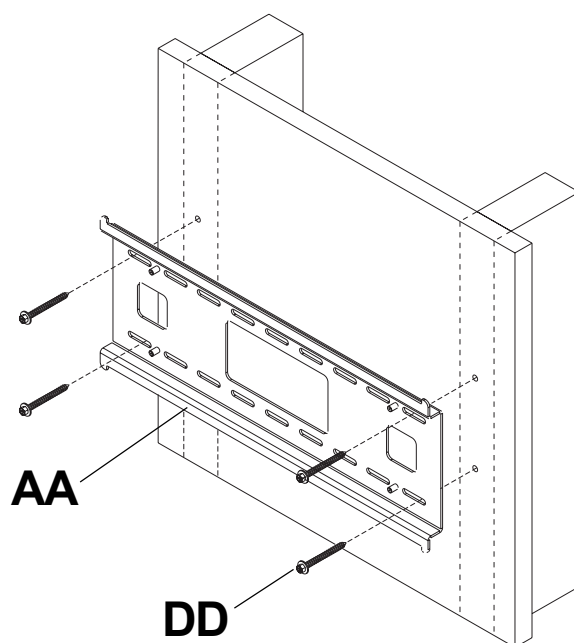

fig. 4.2
- 4** Veuillez vous reporter au tableau ci-dessous pour déterminer la configuration de la plaque murale. La plaque murale (**AA**) peut être installée à deux montants espacés de 16 po. Repérez le bord des montants à l'aide d'un localisateur de montants. L'utilisation d'un localisateur de montants « bord à bord » est fortement recommandée. Après avoir repéré les bords, tracez une ligne verticale le long du centre de chaque montant. Posez la plaque murale sur le mur et utilisez-la comme gabarit. Les fentes de montage supérieures doivent être situées à 2,5 au-dessus de l'endroit souhaité pour le centre de l'écran comme illustré à la figure 4.1. Mettez la plaque à niveau et marquez le centre des quatre trous de fixation. Veillez à ce que les trous de fixation soient sur la ligne médiane du montant. Percez quatre trous de 5/32 po (4 mm) de dia. et de 2-1/2 po (65 mm) de profondeur. Veillez à ce que la plaque murale soit de niveau et fixez-la à l'aide de quatre vis à bois de 14 x 2,5 po (**DD**) comme illustré à la figure 4.2.